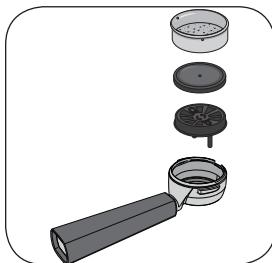

Fig. 5
Inserire il gocciolatore (B), il disco forato in silicone (C) e il filtro 2 tazze (E) o 1 tazza (D), nel portafiltro (A) (Fig. 5). Il disco forato in silicone può essere inserito sul gocciolatore solo in un verso. Dosare il caffè nel filtro e pressare leggermente con l'apposito pressino: per due caffè riempire completamente due misurini, mentre per un caffè riempirne uno solo. Innestare il portafiltro nell'apposita sede. Serrarlo bene ruotandolo da sinistra verso destra, assicurandosi di averlo ben agganciato alla flangia (Fig. 6).